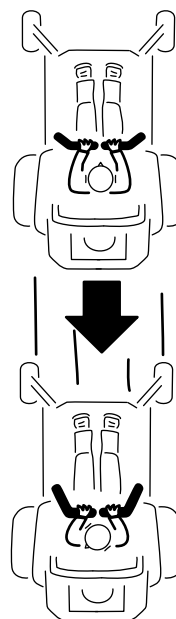

Figura 22
2. Per fare marcia indietro tirate lentamente indietro le leve di controllo del movimento (Figura 22).